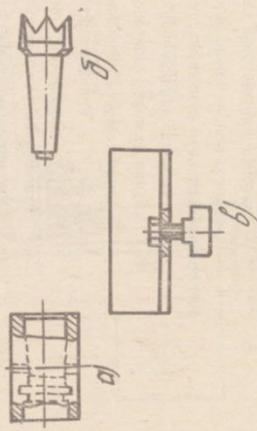

Рис. 27
8.14. Принадлежности для обработки неметаллических материалов (рис. 27). Эти принадлежности используются при токарной обработке древесины и других неметаллических материалов. Патрон-втулка (а) наворачивается до упора на передний конец шпинделя, а в котельное отверстие патрона-втулки вставляется заготовка.